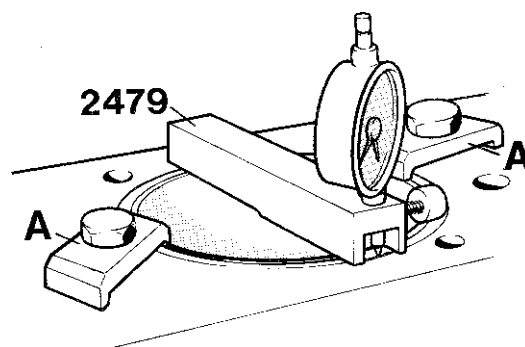
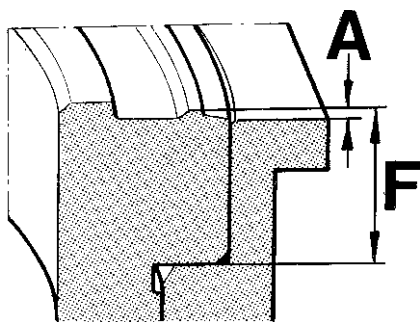

Fig. 54. Kontroll av cylinderfodrets höjd
Fig. 55.
5. Mät foderhöjden (mått "A" enl. fig. 55) med hjälp av indikatorklocka och hållare 2479 (fig. 54). Mätningen bör ske på fyra diametralt motsatta punkter. Kontrollera att blockplanet inte är skadat vid nollställning av indikatorklockan. Nollställ indikatorn när spetsen glider på blockets plan. Skjut därefter upp indikatorn på foderflänsens stegkant.
Foderhöjden (mått A) skall för 100-serien vara 0,40-0,45 mm. För 120-serien med senare utf. av cylinderfoder, F-mått = 13,50 mm (se fig. 55) skall foderhöjden vara 0,47-0,52 mm. Om tid. utf. av cylinderfoder används, F-mått = 13,63 mm skall foderhöjden vara 0,60-0,65 mm. Justera foderhöjden vid behov enligt punkt 3.